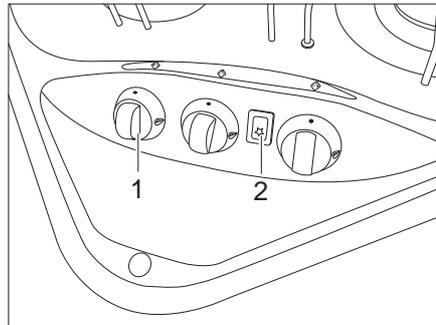
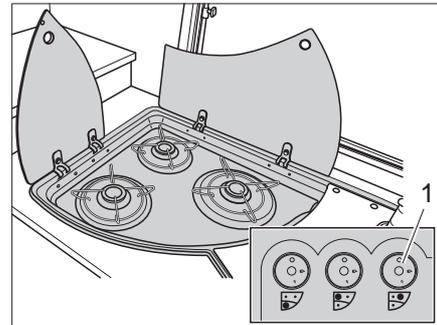

Bild 137 Bedienelemente für Gaskocher
Bild 138 Alternative: Bedienelemente für Gaskocher
- Drehregler (Bild 137,1 oder Bild 138,1) der gewünschten Brennstelle auf Zündposition (große Flamme) drehen.
- Wenn eine Zündtaste (Bild 137,2) vorhanden ist: